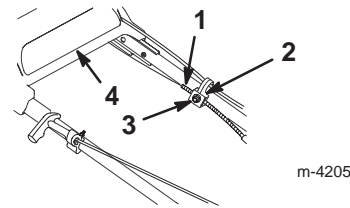

Figure 24
3. Desserrez l'écrou du support de guidage du câble (Fig. 24).
5. Repoussez la partie supérieure du mancheron le plus loin possible en arrière, appuyez sur la patte de commande du câble d'autotraction et abaissez la gaine du câble (vers la tondeuse) pour éliminer le mou du câble (Fig. 24).
6. Serrez l'écrou du support de guidage du câble (Fig. 24).